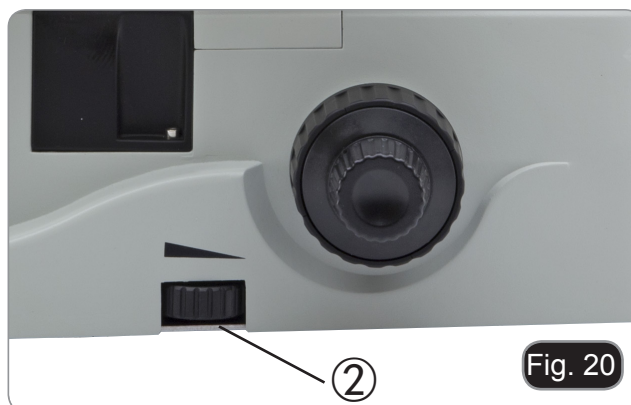

Fig. 20
Opere no botão de intensidade da luz ② para aumentar ou diminuir a intensidade da iluminação. (Fig. 20)